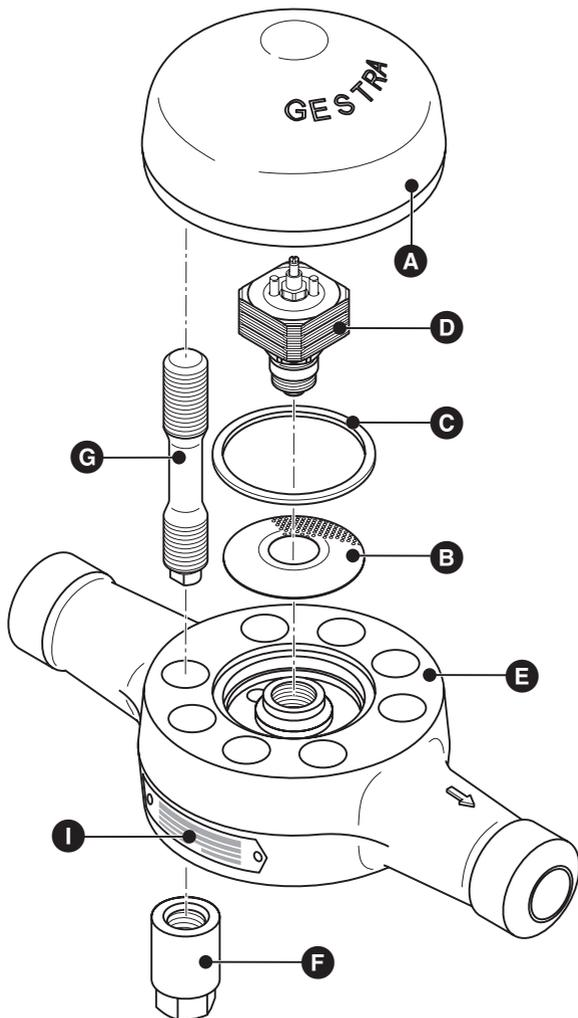
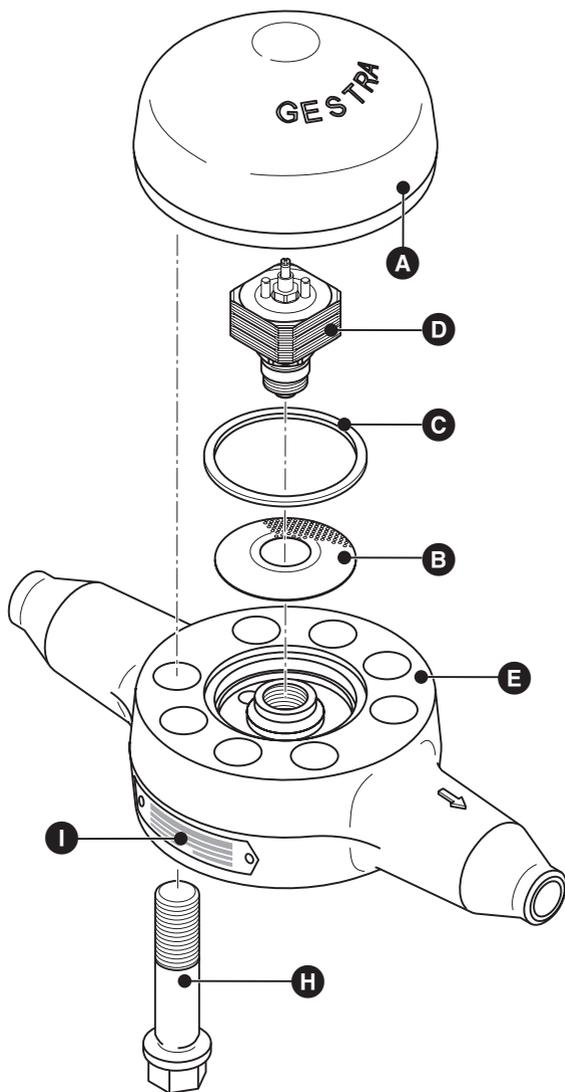

Fig. 2
Fig. 3
1. Togliere il coperchio **A** dal corpo **E** Fig. 2, Fig. 3